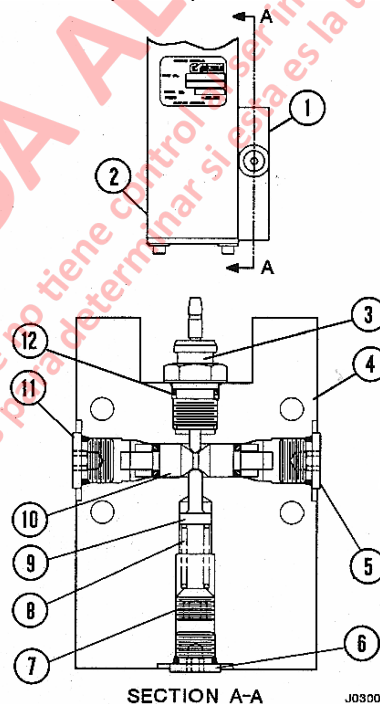

FIGURA 3-8 INTERRUPTOR DE PRESION DIFERENCIAL
El interruptor de presión diferencial (1, Figura 3-8) montado en la válvula de frenos detecta un desequilibrio entre los circuitos de freno delantero y trasero en la presión de freno aplicada. Si las presiones difieren más de lo que se muestra en la tabla I, "Ajuste del Interruptor de Presión Diferencial", el interruptor (3) activa la bocina de alarma y la luz en la cabina para alertar al operador con respecto a un potencial problema en el sistema de frenos.
1. Saque los cuatro pernos que aseguran el cuerpo del interruptor de presión diferencial (1, Figura 3-8) al cuerpo de la válvula (2).
2. Saque el conjunto del interruptor (3) y Anillo de goma (12).
4. Inserte una llave hexagonal a través de la lumbrera inferior y saque el tapón atornillado (7).
5. Saque el resorte (8) y el pistón (9).
6. Cuidadosamente empuje el conjunto del carrete (10) fuera de su orificio.
2. Inspeccione el conjunto del carrete (10, Figura 3-8) para ver si está rayado o presenta otros daños. Inspeccione la cavidad del carrete en el cuerpo (4). Si los sellos están dañados, se debe cambiar el conjunto completo del interruptor diferencial.
4. Lubrique el pistón (9) e inserte en su orificio. El pistón debe moverse libremente sin pegarse.
5. Inspeccione el resorte (8) para ver que no haya trizaduras, distorsiones, etc.
6. Asegure un ohmímetro en el terminal central del conjunto del interruptor (3) y al cuerpo del interruptor. Accione el émbolo del interruptor para verificar que cierren los contactos cuando se presiona el émbolo y se abran los contactos al liberarlo. El émbolo debe funcionar libremente en el cuerpo del interruptor.
1. Monte el tapón (11, Figura 3-8). Apriete el tapón con un torque de **190 - 210 in. lbs. (21.5 - 23.7 N.m)**.
2. Lubrique levemente los anillos Glyde en el conjunto del carrete (10) e inserte cuidadosamente en el cuerpo (4) hasta que tope al fondo, en el tapón (11).
3. Monte el tapón (5). Apriete el tapón con un torque de **190 - 210 in. lbs. (21.5 - 23.7 N.m)**.
4. Utilizando un Anillo de goma nuevo (12), monte el conjunto del interruptor (3). Apriete con un torque de **55 - 60 in. lbs. (6.2 - 6.8 N.m)**.
11. Saque el tapón (6, Figura 3-8) para tener acceso al tapón atornillado de ajuste (7).